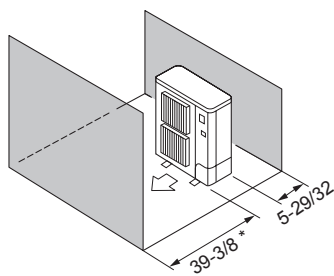

Fig. 2-10
- ⑤ Obstáculos en la parte delantera y trasera (Fig. 2-10)